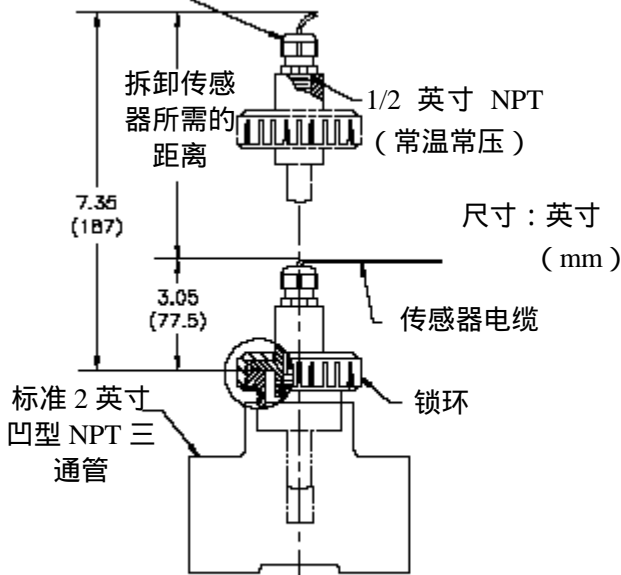

图 2-2 三通管安装说明
2. GLI 活接头安装适配器上的特殊螺纹套管与三通管 (或对焊管或管鞍) 的连接应采用聚四氟乙烯胶防漏。(管封材料聚四氟乙烯，Loctite 59321，或其它同样功能的材料，在较高溶液温度下可能不能提供足够的密封效果)。图 2-2 和 2-3 分别详细说明了三通管和法兰安装。